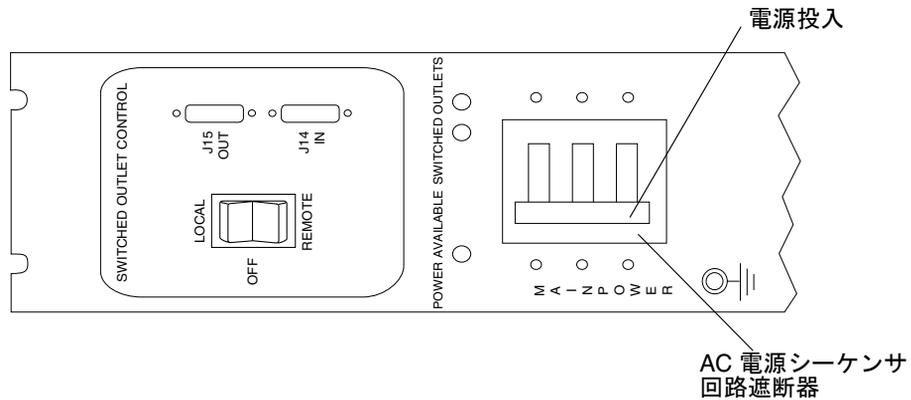

図 B-11 AC 電源シーケンサのコントロールパネル電源投入
8. ベースキャビネットの正面下側と背面下側の AC 電源シーケンサの回路遮断器を押し上げて「On」にします (図 B-11)。